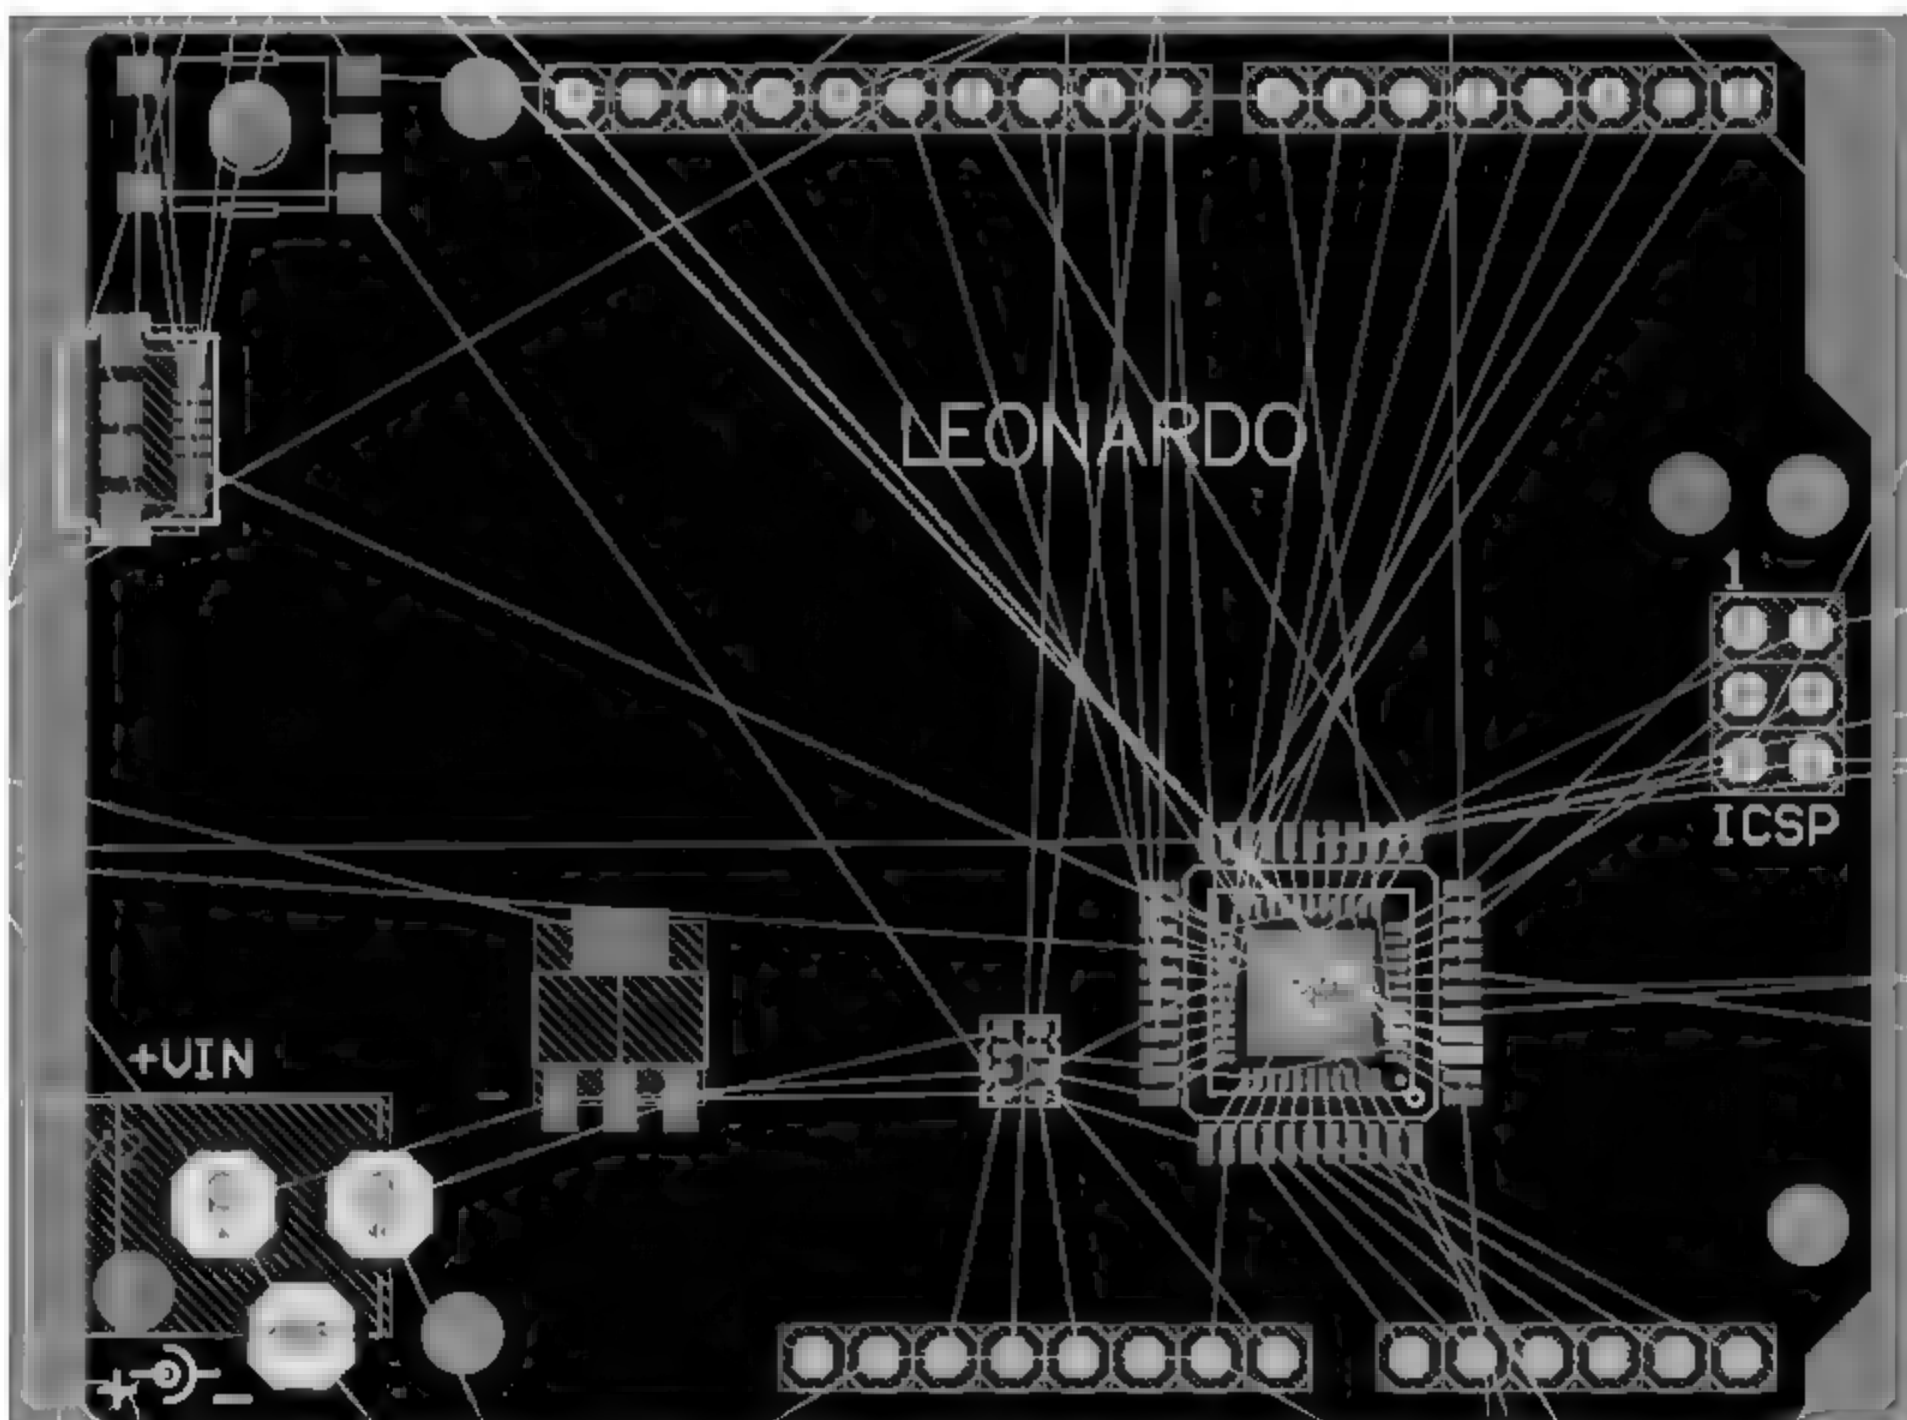

图 7-13 PCB 的预布局
(1) 按照项目要求,有固定结构位置的接口或者元件先摆放,然后根据元件信号飞线的方向摆放元件。按照“先大后小”“先难后易”的顺序,把元件在板框内大概放好,完成项目的预布局,如图 7-13 所示。
(2) 通过“交叉选择”和“在区域内排列器件”功能,把元件按照原理图电路模块分块